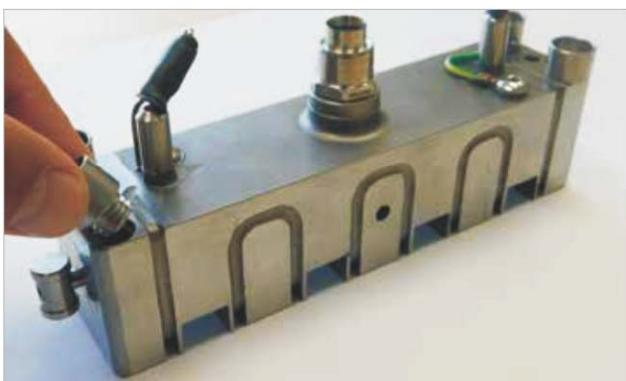

图19-19 安装衬套
3. 将四个支撑衬套安装到Melt-CUBE分流板底部并用手拧紧。参见图19-19。